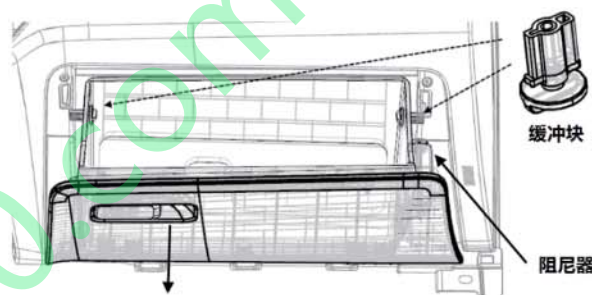

图 1-16 杂物箱总成示意图
(2) 将杂物箱开启到极限，将右侧阻尼拆离杂物箱；
(3) 杂物箱绕转轴旋转一定合适角度后，沿朝向身体方向水平向内拉杂物箱，即完成杂物箱的拆卸；见图 1-16。